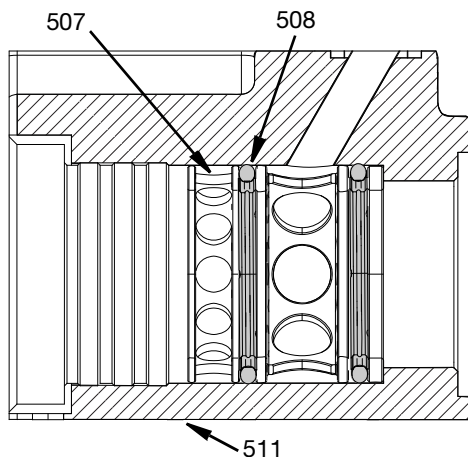

Рис. 23
5. Установите распределительное кольцо для просачивания материала (507) в отверстие корпуса поворотного шарнира (511). Рекомендуется использовать **Инструмент для установки/удаления уплотнения для материала, 17V972** см. стр. 38 и молоток с мягким бойком. Прижмите распределительное кольцо для просачивания материала и вращающееся уплотнение (508) к опорному кольцу для материала (509). См. Рис. 23.